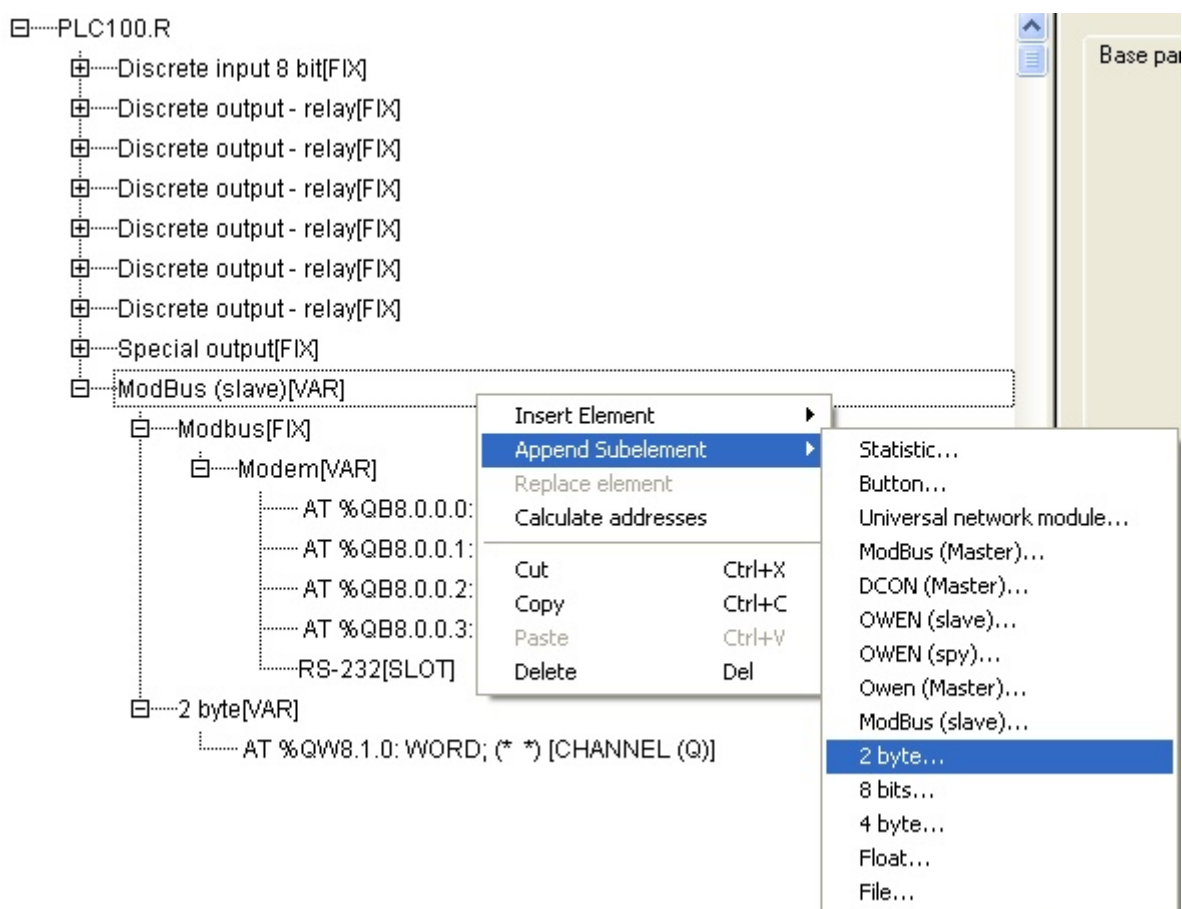

Рис.1.7
8) Добавить переменные в проект (Рис.1.7).